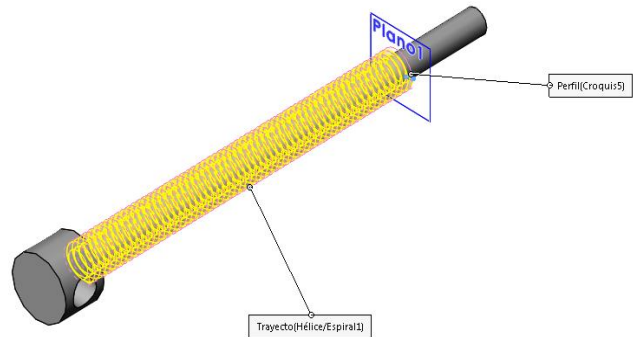
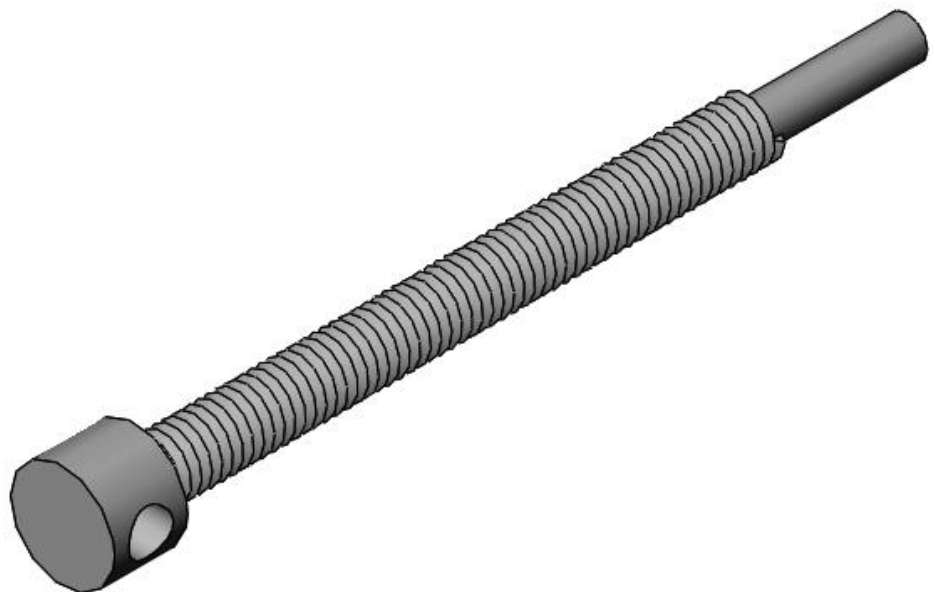

Ilustración 132
Ilustración 133
Paso 6: Se da clic en la operación **Saliente/Base barrido**  y se selecciona el triángulo y la espiral (ver ilustración 132), al finalizar la operación se obtiene la figura deseada (ver ilustración 133)